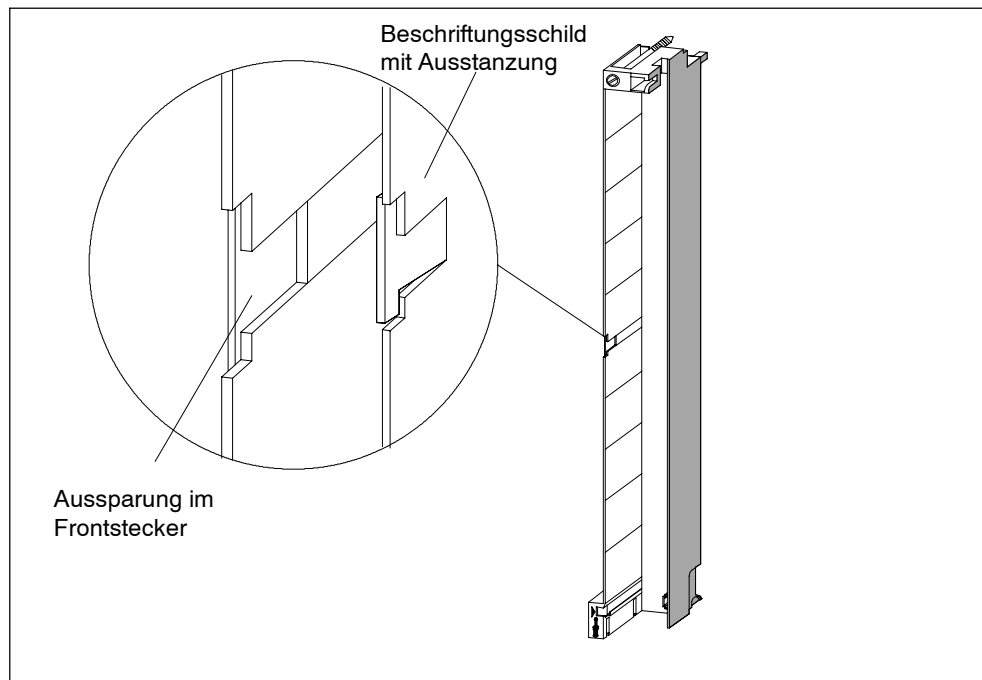

Bild 4-19 Beschriftungsschild im Frontstecker anbringen
2. Bringen Sie ein Beschriftungsschild links im geöffneten Frontstecker an. Das Beschriftungsschild hat in der Mitte eine T-förmige Ausstanzung, mit deren Hilfe Sie das Schild am Frontsteckergehäuse fixieren können. Spreizen Sie die Ausstanzung leicht zur Seite und führen Sie sie beim Einschieben des Schildes hinter die entsprechende Aussparung am Frontstecker (siehe Bild 4-19).
Bild 4-19 zeigt im Detail, wie Sie ein Beschriftungsschild innen im Frontstecker anbringen.